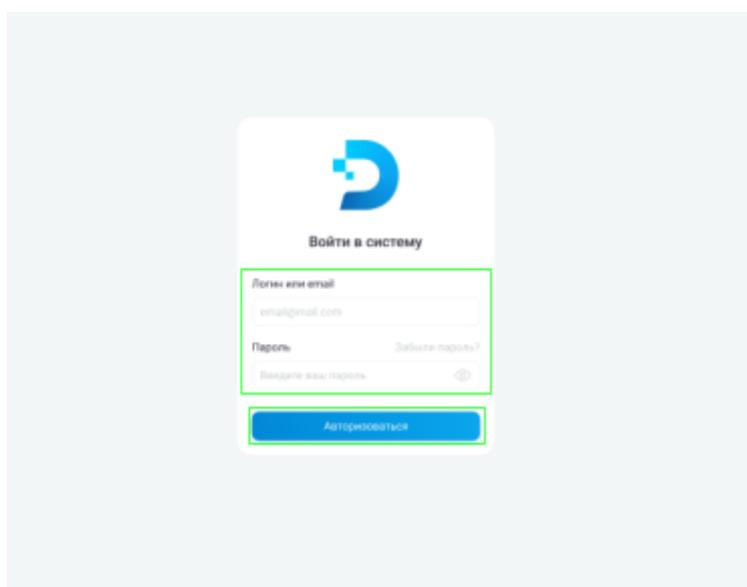

Рисунок 1 – Страница авторизации веб - интерфейса ПАК
2. Установить курсор в поле ввода логина нажатием левой кнопкой мыши (рис. 1).